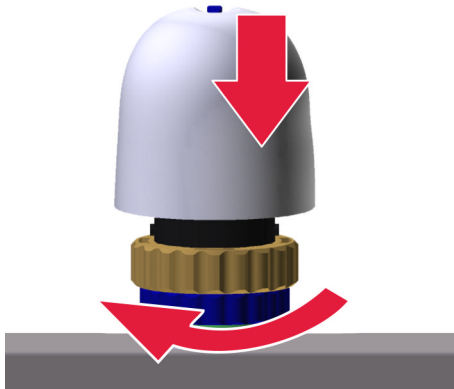

Abb. 71: Stellantrieb einsetzen
- 4.** Um den Stellantrieb einzusetzen, diesen mit dem Kabel nach hinten auf die Arretierung setzen. Leicht drücken und gegen den Uhrzeigersinn drehen (Abb. 71).